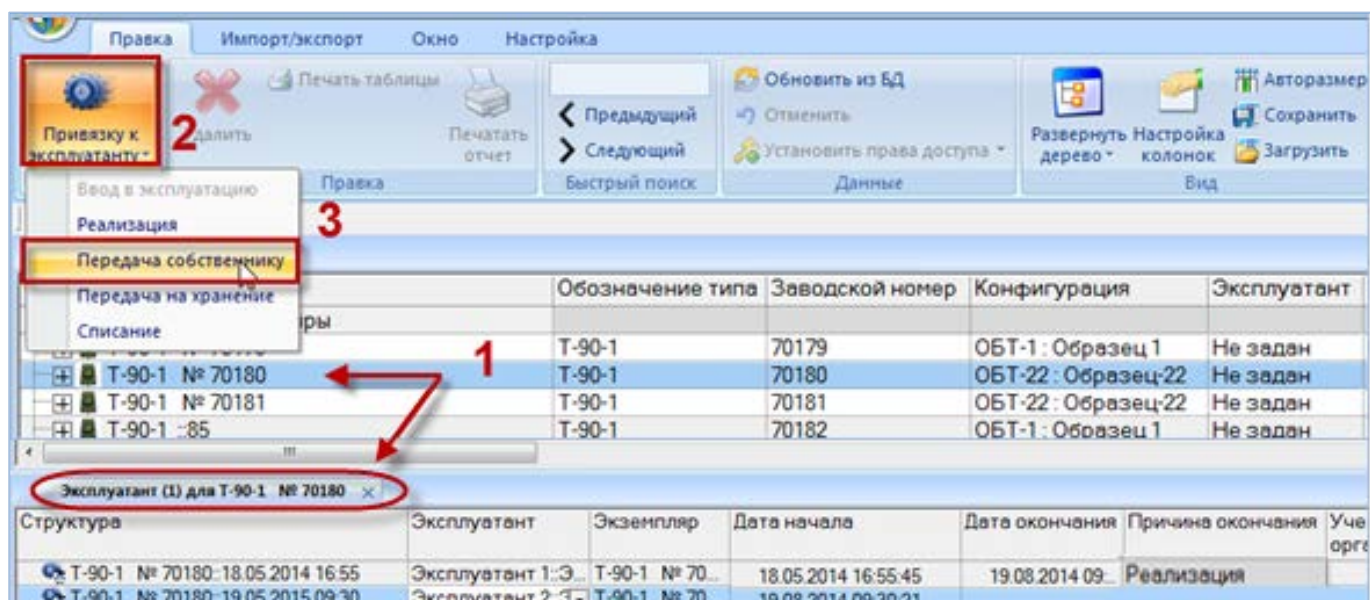

Рис. 22-26 – Создание движения
- 4) Открывается окно связанных объектов «Эксплуатант» для выбранного экземпляра ФИ (1 на рис. 22-26).
5) Перейти в окно связанных объектов «Эксплуатант», нажать кнопку «Привязку к эксплуатанту» панели «Создать» и выбрать пункт «Передача собственнику» в открывшемся меню (2 и 3 на рис. 22-26). Если у экземпляра ФИ в данный момент есть и эксплуатант, и собственник, то доступны пункты «Реализация», «Передача собственнику», «Передача на хранение» и «Списание».